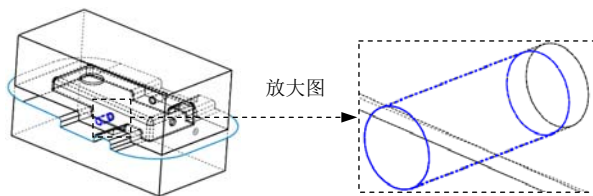

图 10.7.17 滑块 2
Step5. 单击“型心”对话框中的按钮，完成图 10.7.17 所示的滑块 2 的创建。